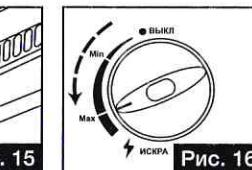

Рис. 16
- Повернуть регулятор силы горения до положения «Макс» для удаления остатков газа из редуктора (Рис. 16).